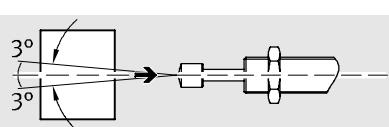

Fig. 2
- la masa debe alcanzar el tope lo más axialmente posible [5] (desviación máxima de 3°, ver Fig. 2).